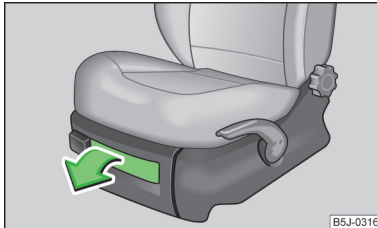

Abb. 89
- Zum Öffnen der Klappe den Griff ziehen » Abb. 89.